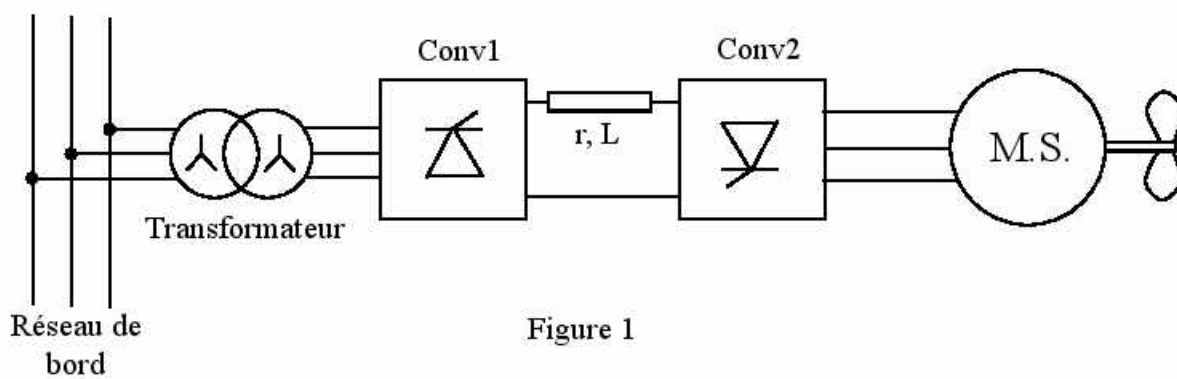
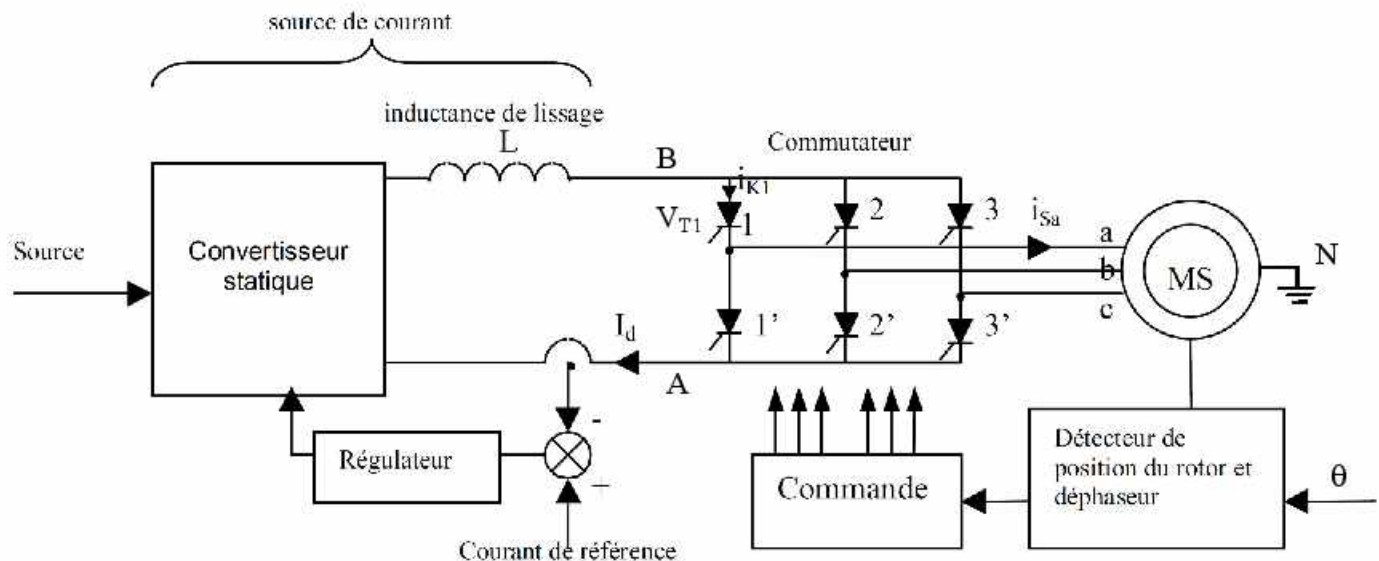

Figure 1
Figure 2
Dans les navires modernes, une propulsion électrique a l'avantage de fournir un couple maximal sur toute la plage de vitesse, dans les deux sens de rotation. Il est intéressant d'utiliser des machines synchrones de forte puissance, alimentées par des convertisseurs statiques, pour assurer la fonction de motorisation avec freinage régénératif. La production d'énergie électrique (ou réseau de bord) est généralement réalisée par un ensemble moteur diesel + alternateur synchrone qui fonctionne à vitesse constante, pour maximiser son rendement. La figure 1 illustre la structure typique de la chaîne de motorisation d'une hélice.
On suppose que les convertisseurs présentés sur la figure 1 sont des ponts de Graëtz triphasés. La tension efficace entre deux phases du réseau de bord est égale à 6600 V. On suppose que la valeur maximale du courant continu dans l'inductance de lissage est 2000 A et on néglige son ondulation. La résistance interne de l'inductance de lissage ; r est égale à $0.5 \text{ m}\Omega$. La valeur efficace de la tension entre phase de la machine est égale à 3300 V.
- 1) Expliquer le fonctionnement du montage de la figure 1 lorsque la machine fonctionne en moteur et lorsqu'elle fonctionne en génératrice. Tracer un modèle continu équivalent du système complet.
On souhaite étudier le fonctionnement du convertisseur 2 de la figure 1 dans le cas d'une conduction continue. Dans cet exercice, on assimile le fonctionnement du convertisseur 1, à celui d'une source de courant continu, tel que présenté sur la figure 2. On néglige aussi l'impédance interne de la machine.
On considère le convertisseur de la figure 2. À vitesse maximale, la tension efficace entre deux phases de la machine atteint 3300 V et on suppose que la valeur maximale du courant continu dans l'inductance de lissage est 2000 A.
- 1) Connaissant les tensions maximales et les données de Semikron, déterminer le nombre minimal de thyristors à utiliser dans une valve (ou bras) du convertisseur 2 (*par exemple ; on a dessiné deux thyristors par bras dans le montage de la figure 2*). En déduire les tensions maximales, répétitives, directes et inverses que doit supporter chaque thyristor (*sans appliquer de facteur de surdimensionnement*).